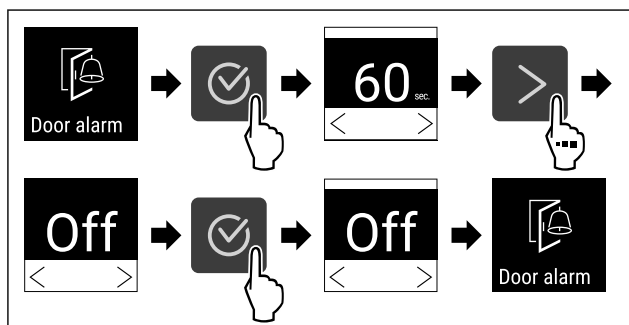

Fig. 89
- ▶ Genomför handlingsstegen (se Fig. 89).